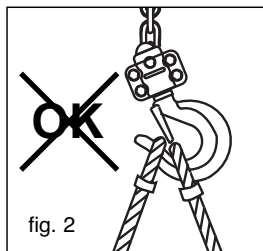

fig. 2
1. Verificare che il paranco bravo™ sia correttamente sospeso al suo gancio di sospensione (rif.5, fig.1) e che la linguetta di sicurezza del gancio (rif.6, fig.1) sia ben chiusa (vedere fig. 2 e 3).
sia posizionato bene in fondo del gancio e che non impedisca la chiusura della linguetta di sicurezza (vedere fig. 2 e 3).